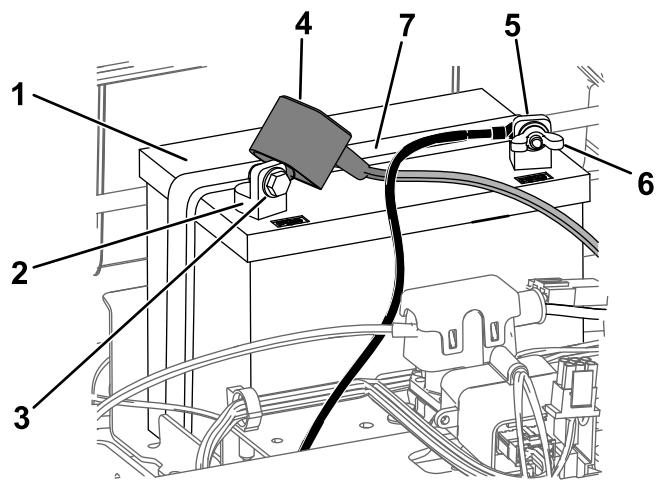

Рисунок 49
- Отсоедините отрицательный (черный) кабель от штыря аккумулятора (Рисунок 49).
- Отсоедините положительный (красный) кабель от штыря аккумулятора (Рисунок 49).
- Снимите прижим аккумулятора (Рисунок 49) и поднимите аккумулятор, чтобы снять его с поддона.
1. Установите аккумулятор в поддон (Рисунок 49).
5. Закрепите аккумулятор с помощью прижима (Рисунок 49).